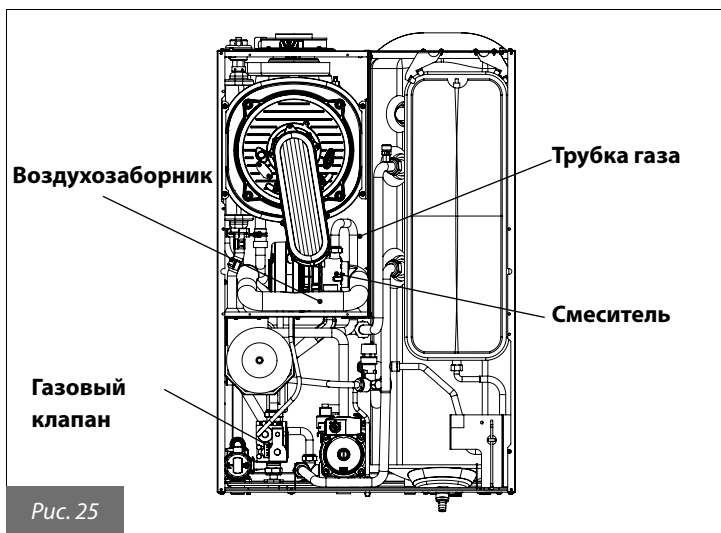

Рис. 25
- Снять аспирационную воздушную трубку, вывернув предварительно винт, которым она крепится к смесительному узлу (рис. 25).
- Отсоединить от смесительного узла газовую трубку (рис. 25).